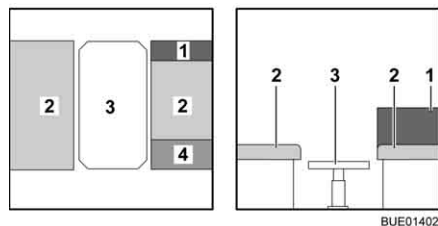

Fig. 122 Durante la transformación
- Extraer la prolongación de asiento (Fig. 122,4).